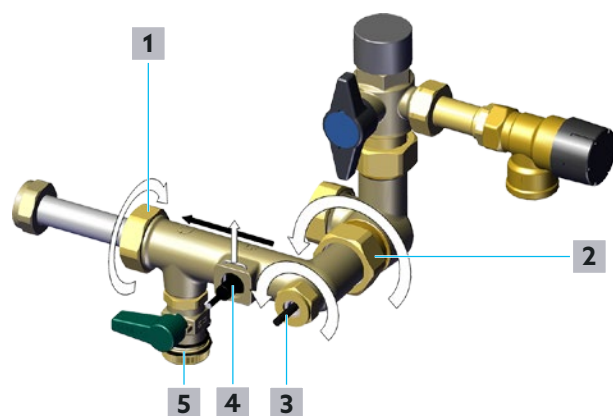

Fig. 32: Limpiar la turbina de medición
- 7** Retire la abrazadera del sensor de caudal (posición **4** en Fig. 32 en la página 50) y dejela a un lado.
- 8** Afloje la tuerca del sensor de temperatura de agua potable fría/circulación (posición **3** en Fig. 32 en la página 50).
- 9** Retire cuidadosamente el sensor de caudal (posición **4** en Fig. 32 en la página 50) y el sensor de temperatura para agua potable fría/circulación (posición **3** en Fig. 32 en la página 50).
- 11** Afloje la tuerca de alimentación de agua potable (posición **2** en Fig. 32 en la página 50) con una llave de boca SW 38.
- 12** Afloje la tuerca del lado del intercambiador de calor (posición **1** en Fig. 32 en la página 50) con una llave de boca SW 37.
opuesto a la dirección del caudal (desde la posición **1** hasta la posición **2** en Fig. 32 en la página 50). En este caso es particularmente adecuada una manguera de agua con una boquilla de pulverización adecuada.
- 4 Instale el sensor de caudal del circuito de agua potable (posición 4 en Fig. 32 en la página 50) y el sensor de temperatura para agua potable fría/circulación S3 (posición 3 en Fig. 32 en la página 50).